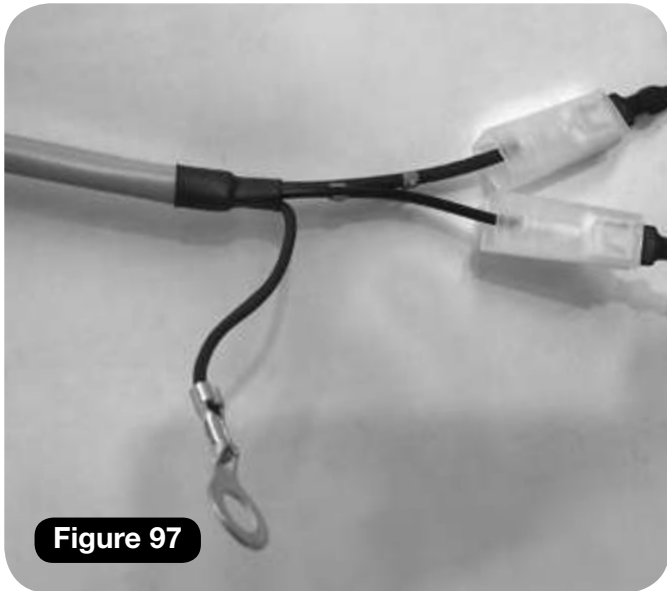

Figure 97
- 5 Connectez le faisceau de dérogation manuelle du pivotement sur le faisceau moteur (4 x vert 5) (**Figure 97**).